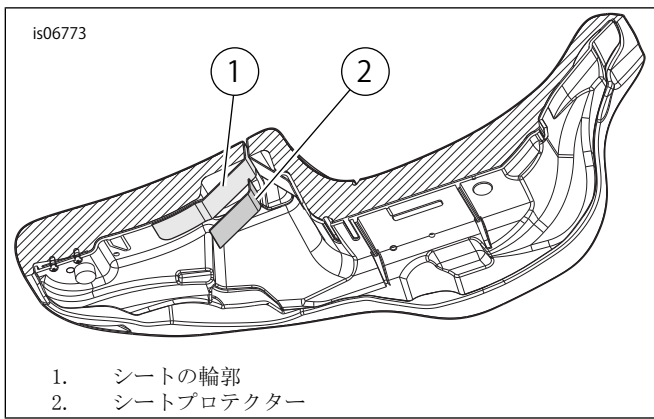

図9。シートの下側
13. 「図9」を参照。シートプロテクター(2)が覆う表面の形に細心の注意を払い、シートの輪郭(1)によりよく合うように、やさしく形作ります。